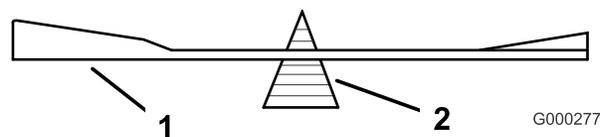

Figure 53
Important: Pour obtenir une coupe correcte, la partie relevée de la lame doit être tournée vers le haut et dirigée vers l'intérieur du plateau de coupe (Figure 53).
1. Posez la lame, le renfort, la rondelle bombée et le boulon de lame sur l'axe (Figure 53).
2. Vérifiez l'équilibre de la lame en la plaçant sur un équilibreur (Figure 53). Si la lame reste horizontale, elle est équilibrée et peut être utilisée. Si la lame est déséquilibrée, limez un peu l'extrémité de la partie relevée seulement (Figure 53). Répétez la procédure jusqu'à ce que la lame soit équilibrée.